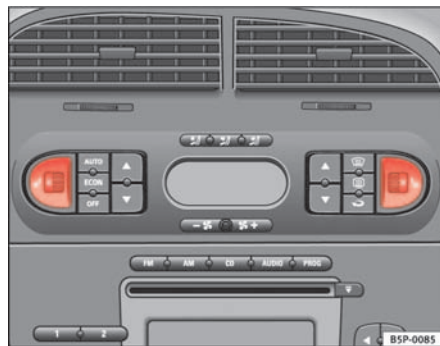

Fig. 94 Rotelle zigrinate per il riscaldamento dei sedili anteriori
- Per accendere il riscaldamento di un sedile, girare la rotella corrispondente ⇒ **fig. 94**. Sulla posizione **0**, il riscaldamento del sedile è spento.